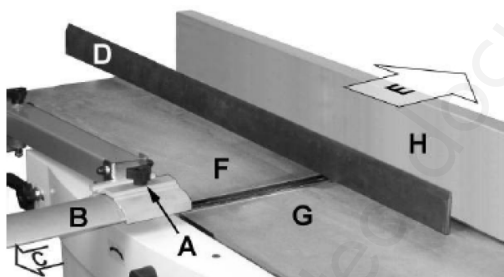

Fig. 11: Tafelverstelling
2. Draai de vergrendelknop (A, Fig. 11) los en schuif de snijkopbeschermer (B) in richting C, om de tafel te reinigen.
3. Schuif de aanslag (H, Fig. 11) zo ver mogelijk terug in de richting E of haal hem helemaal uit de machine.
5. Plaats een liniaal (D, Fig. 11) over de voorkant van de afvoertafel (F) en laat deze over de aanvoertafel (G) uitsteken.
6. Noteer de positie van de aanvoertafel (G). Let op de positie van de liniaal ten opzichte van de aanslag (H).
2. Verwijder de snijkopbeschermer (B, fig. 11).